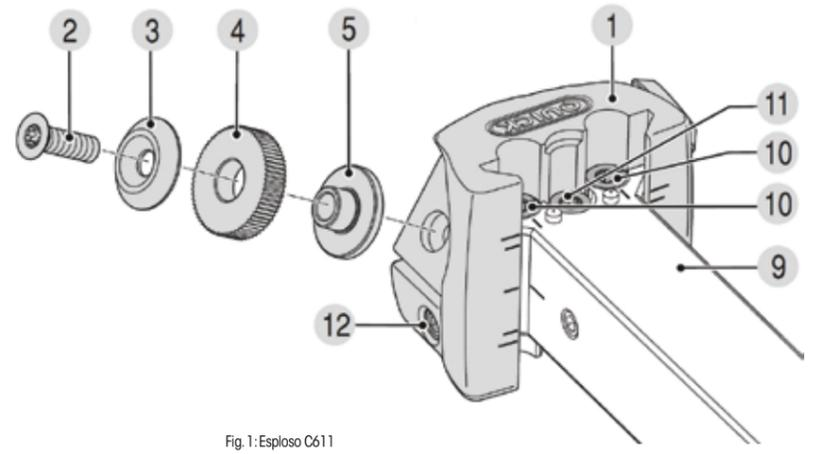

Fig. 1: Esploso C611
Per il montaggio o la sostituzione del godrone di godronatura (fig. 1, pos. 4) allentare completamente la vite a testa svasata (fig. 1, pos. 2) e rimuovere il godrone di godronatura insieme alla rondella di copertura (fig. 1, pos. 3). Infine inserire il nuovo godrone di godronatura e la rondella di copertura sulla boccia scorrevole (fig. 1, pos. 5) e riavvitare la vite.
La vite a testa svasata (fig. 1, pos. 2), la boccia scorrevole (fig. 1, pos. 5), la rondella di copertura (fig. 1, pos. 3) e il godrone di godronatura (fig. 1, pos. 4) devono essere sostituiti dopo cicli definiti, al più tardi in presenza di notevole usura o parametri di processo devianti.
Se la vite a testa svasata (fig. 1, pos. 2) si allenta durante il processo, si consiglia di utilizzare i frenafilietti LOCTITE® ad alta resistenza.
Questo tipo di utensile può essere utilizzato in modo modulare, davanti o dietro il centro di fornitura. A tale scopo montare la vite a testa svasata (fig. 1, pos. 2), la rondella di copertura (fig. 1, pos. 3), il godrone di godronatura (fig. 1, pos. 4) come anche la boccia scorrevole (fig. 1, pos. 5) sull'altro lato dell'alloggiamento godrone. Vedere anche le informazioni aggiuntive allegate.